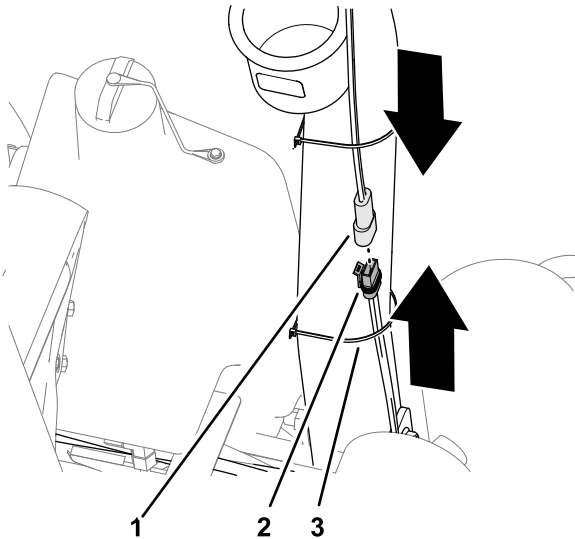

Figure 19
1. Branchez le connecteur à 2 douilles du faisceau électrique au connecteur à 2 broches du faisceau du toit pare-soleil (Figure 19).
2. Attachez le faisceau électrique au tube de l'arc de sécurité avec un attache-câble (Figure 19).